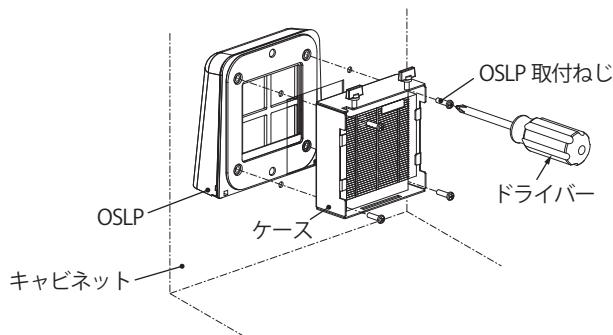

図2
2. OSLP と本製品のケースでキャビネットを挟み、OSLP の取付ねじ M4×12 にて 固定(4か所)してください。(図2)